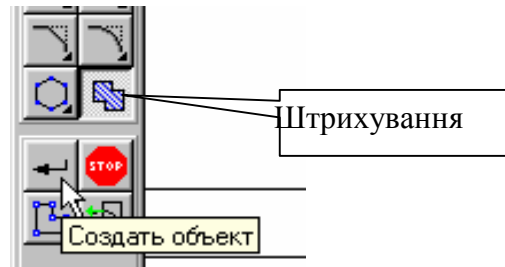
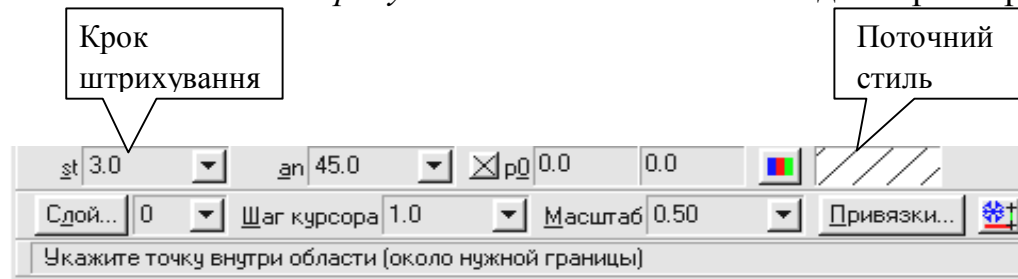

Рис. 6.17.
Рис. 6.18.
8. Виконайте штрихування. Для цього натисніть кнопку *Штрихування* на панелі керування, рис. 6.17. Скористаємося автоматичним способом завдання кордонів. Вкажіть курсором область штрихування і натисніть кнопку *Створити об'єкт*. При необхідності можна змінити параметри штрихування, рис. 6.18. Для цього потрібно клацнути лівою кнопкою миші в полі *Поточного стилю штрихування* і встановити необхідні параметри.